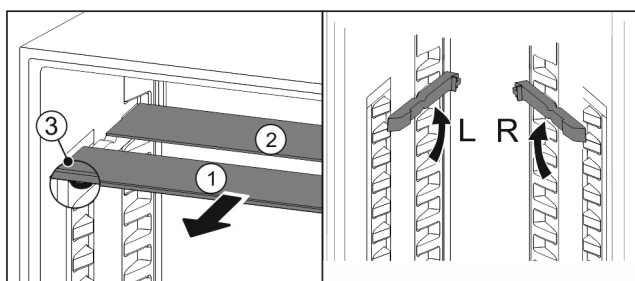

Fig. 56
- Skleněné desky jednotlivě vytáhněte dopředu Fig. 56 (1).
- Skleněná deska Fig. 56 (1) s ozdobnou lištou leží vpředu.
- Záračky Fig. 56 (3) směřují dolů.